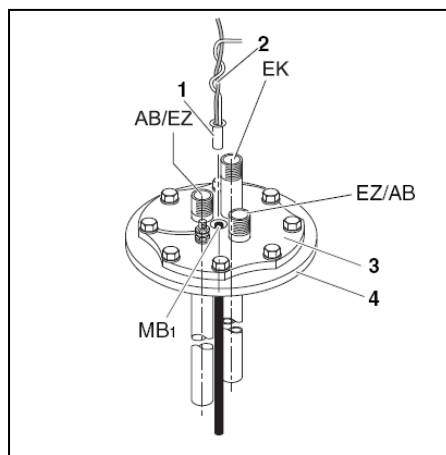

Рис. 7 Место выполнения измерений MB₁ (погружная гильза, дополнительная загрузка, котёл)
Монтаж датчика горячей расходной воды (Рис. 7):
- Датчик (Рис. 7, Поз. 1) с направляющей проволокой (Рис. 7, Поз. 2) вставить до упора (проволока находится в точке выполнения измерений MB₁.)